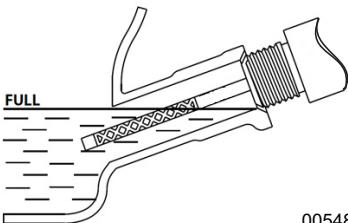

Figure 4-2. Plage de fonctionnement sûr
4. Pour vérifier le niveau d'huile, insérez la jauge dans le goulot de remplissage d'huile, sans la visser. Voir **Figure 4-2**.
9. Pour vérifier le niveau d'huile, retirez l'entonnoir et insérez la jauge dans le goulot de remplissage d'huile, sans le visser. Voir **Figure 4-2**.